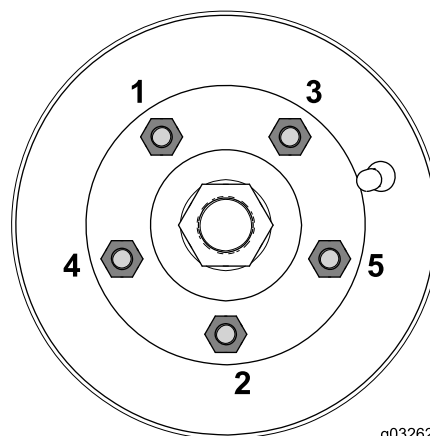

Figura 84
3. Apriete las tuercas de las ruedas a 88-115 N·m en el orden siguiente (Figura 84).